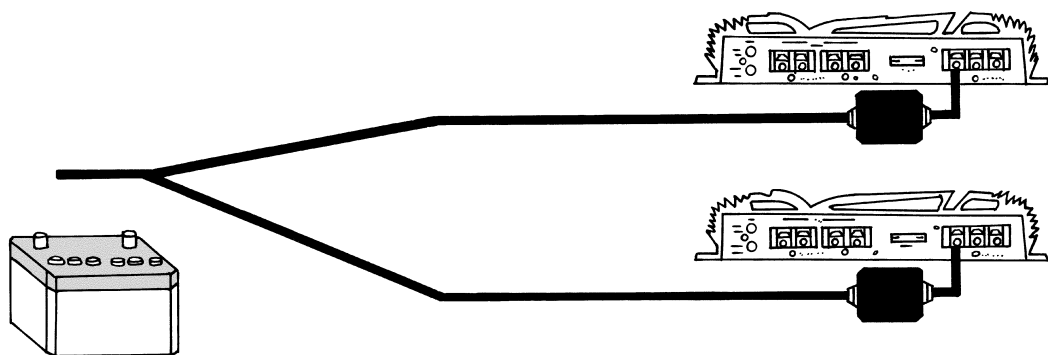

图 4-49 滤波器的安装
- 3) 使用滤波器时 (图 4-49) 注意滤波器的安装位置、容量和接地。